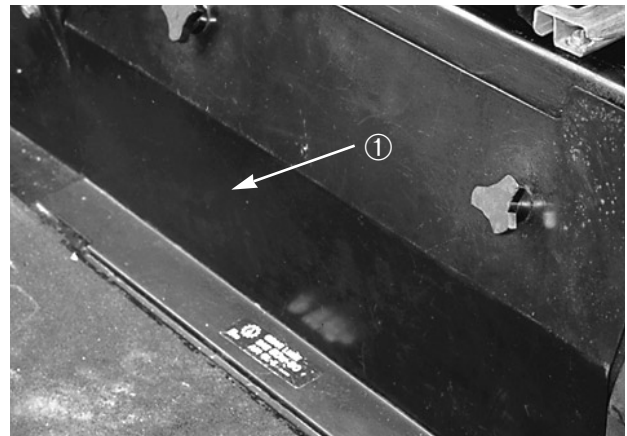

Figure 6
2. Déposer le panneau d'accès (Fig. 6) en face du siège de manière à exposer le pont avant/la jauge.